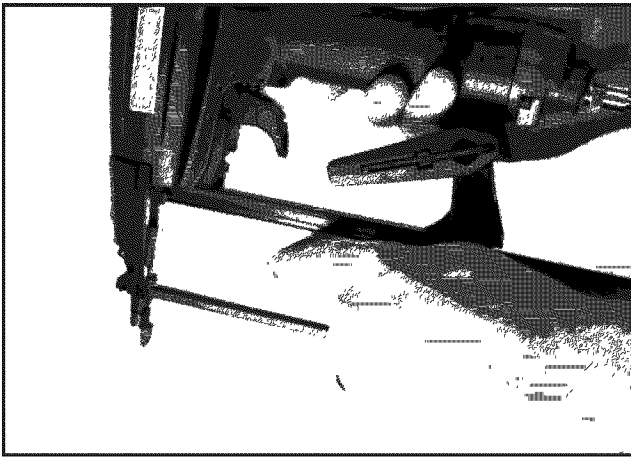

Figura 5- Cargue el depósito alimentador
- Inserte los sujetadores en el depósito alimentador. Coloque los sujetadores en el fondo del depósito alimentador con la cabeza hacia la parte superior de la herramienta (Ver la figura 5)